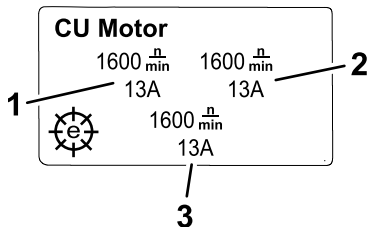

図 21
- **カッピングユニットのモータ画面** 図 21: 各リールモータの速度と電流値を表示します。